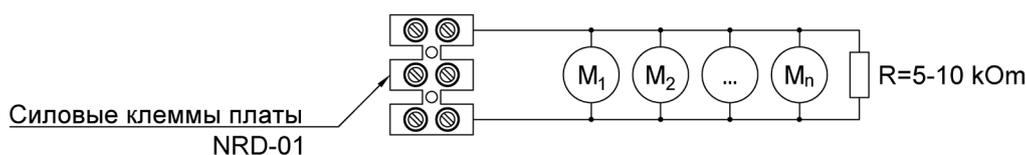

Рис. 4. Схема подключения приводов 24V DC
- 3) Подключение питания приводов выполнить как указано на рис. 4, соблюдайте полярность подключения, убедитесь в требуемом начальном открытом/закрытом положении подключаемой нагрузки, на конце линии установить резистор 5-10 кОм.